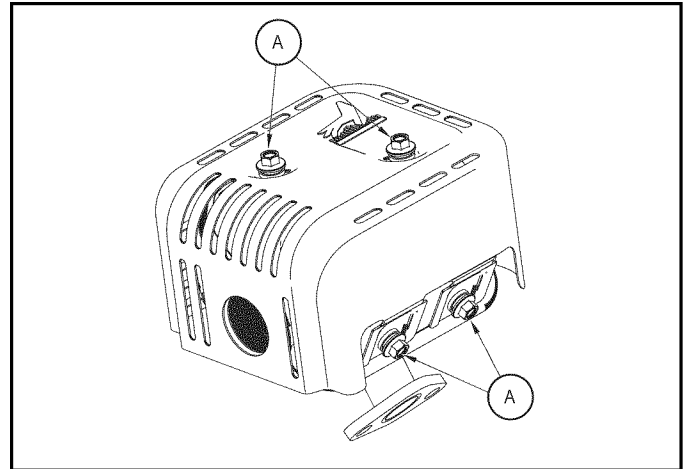

Figura 6-10. Retiro del protector de calor
1. Retire el protector de calor del silenciador aflojando los cuatro (4) pernos (A) (Figura 6-10).